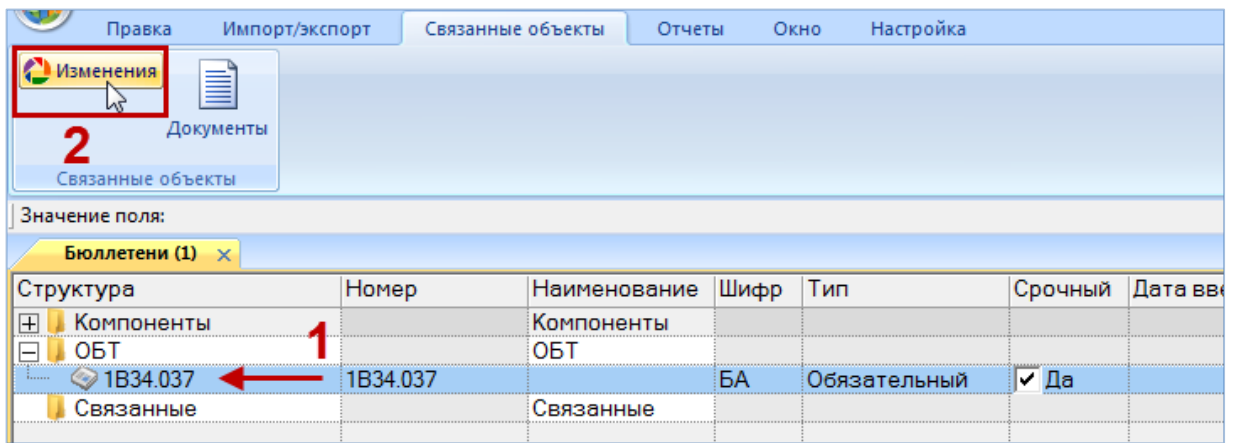

Рис. 14-10 – Открытие окна «Изменение конфигурации по бюллетеню»
- 2) Выбрать бюллетень в рабочем окне «Бюллетени» (1 на рис. 14-10).
- 3) Нажать кнопку «Изменения» панели «Связанные объекты» (2 на рис. 14-10).